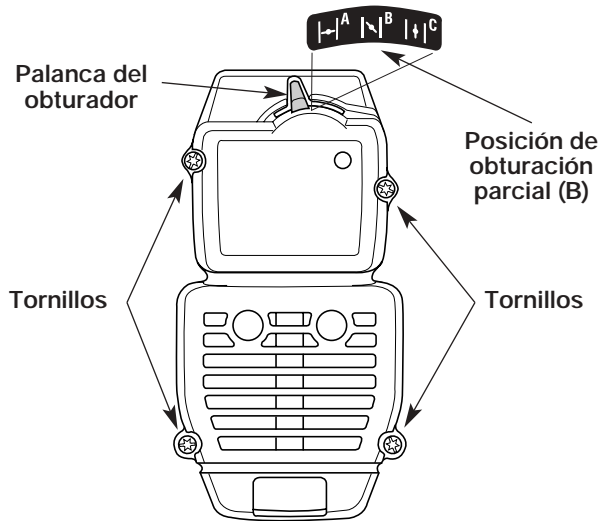

Fig. 23
1. Coloque la palanca del obturador en posición de obturación **PARCIAL (B)**.
NOTA: La palanca del obturador debe estar en posición de obturación **PARCIAL (B)** (Fig. 23) para sacar la cubierta del silenciador / filtro de aire.
2. Saque los cuatro (4) tornillos que sostienen la cubierta del silenciador / filtro de aire (Fig. 23). Use un destornillador de vástago plano o de broca Torx N° T20.
2. Inserte los cuatro (4) tornillos en los orificios de la cubierta del silenciador / filtro de aire (Fig. 23) y ajústelos. **No los ajuste demasiado.**